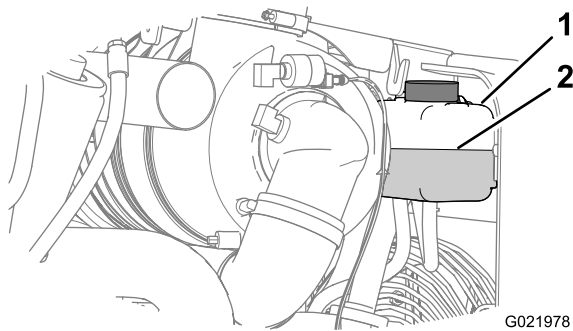

Figura 78
4. Compruebe el nivel de refrigerante del depósito (Figura 78).
Nota: Compruebe que el nivel de refrigerante esté entre las marcas Añadir y Lleno del depósito (Figura 78).